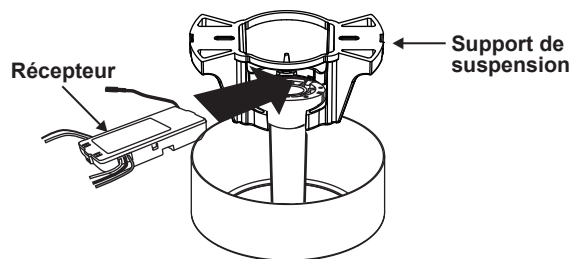

Figure 11
1. Insérez le récepteur dans le support de suspension avec le côté plat du récepteur face au plafond. (Fig. 11)